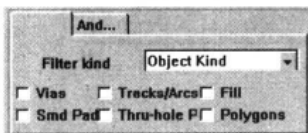

图 10-66 规则范围设置为指定对象
- **Object Kind:** 指定对象。选择此项后，规则适用范围为指定的对象，系统要求设置对象的类型，如图 10-66 所示。可在下面出现的复选框中打钩，选中适用的对象，如 Vias（过孔）、Track（线段）、Fill（填充）等。